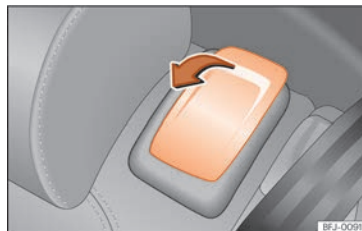

Abb. 147 Zweite Sitzreihe: Bedienungselemente der Einstieghilfe.
- Entriegelungshebel in Pfeilrichtung ziehen »» Abb. 147.
- Hebel »» Abb. 147 ziehen und Sitzlehne nach hinten in die aufrechte Position klappen. Der komplette Rücksitz klappt nach hinten »» ⚠.